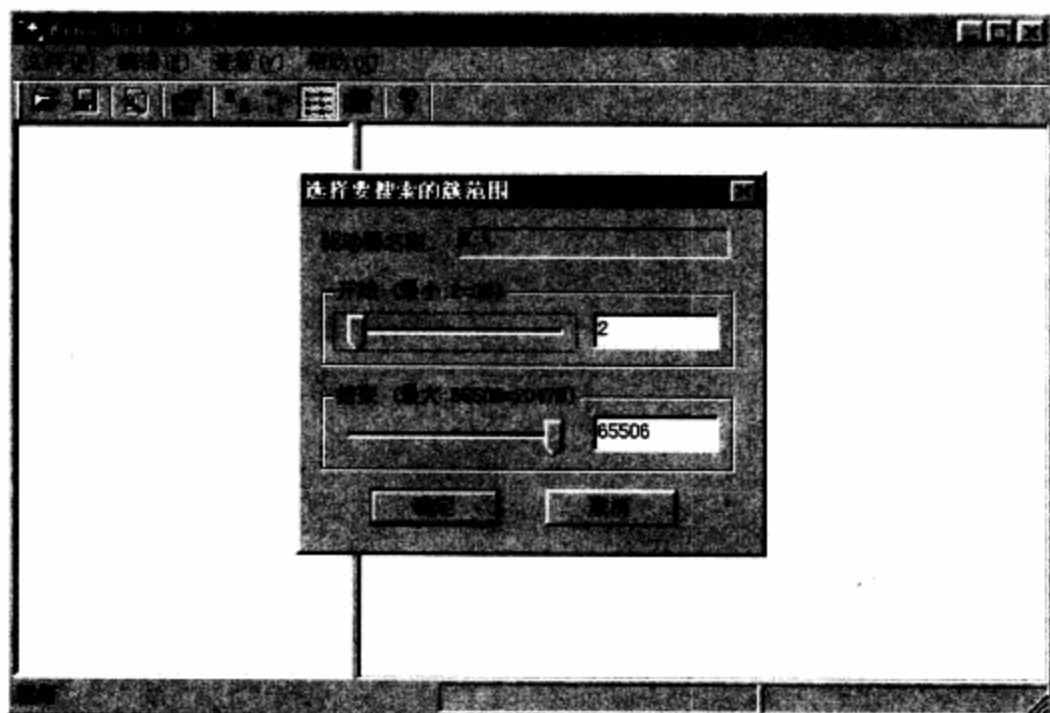
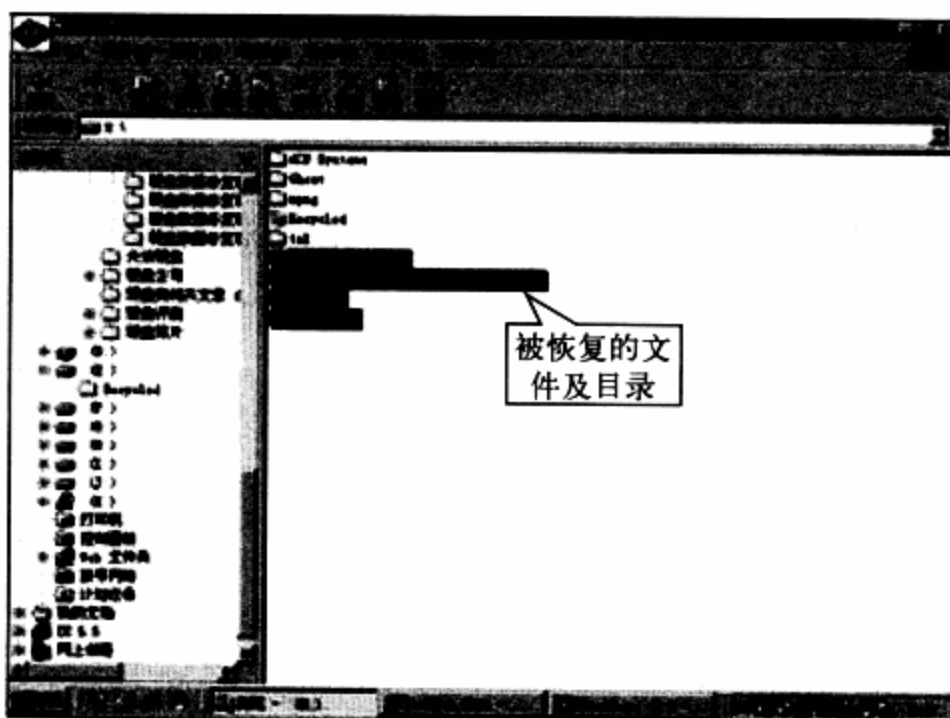

图13-44 选择需要搜索的簇范围
图13-48 保存在H盘上已经被恢复的文件和目录
**步骤 02** 弹出“选择要搜索的簇范围”对话框，单击“取消”按钮即可（如果格式化了硬盘，需要进行搜索）。如图13-44所示。
开始时的步骤与使用Shift+Del组合键删除文件后的恢复里的操作相同，只是在如图13-44所示的选择要搜索的簇范围的框图里，这次不能按取消，而是需要进行搜索。一般电脑用户并不知道自己所需恢复的资料在硬盘里所在的簇范围，只好在图13-44所示的框图中单击“确定”按钮全部搜索一遍，如图13-48所示。